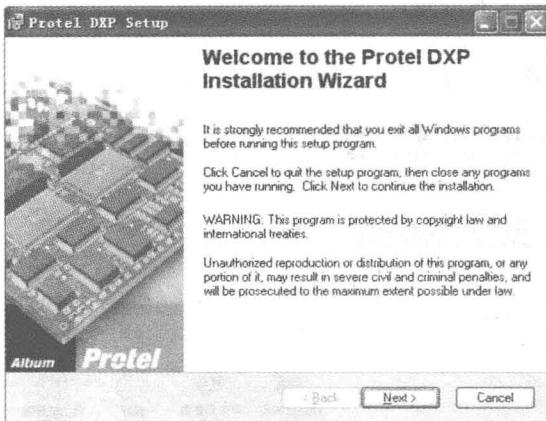

图 1-4 Protel DXP 安装向导窗口
- 2) 将 Protel DXP 安装光盘放入 CD-ROM 驱动器，等光盘运行后，打开光盘目录，然后双击“setup.exe”安装应用程序图标，这时会出现如图 1-4 所示的 Protel DXP 安装向导窗口。
6) 解压缩完成后将弹出安装向导欢迎窗口，如图 1-4 所示。以下的安装过程与正式版基本一样，这里不再重述。